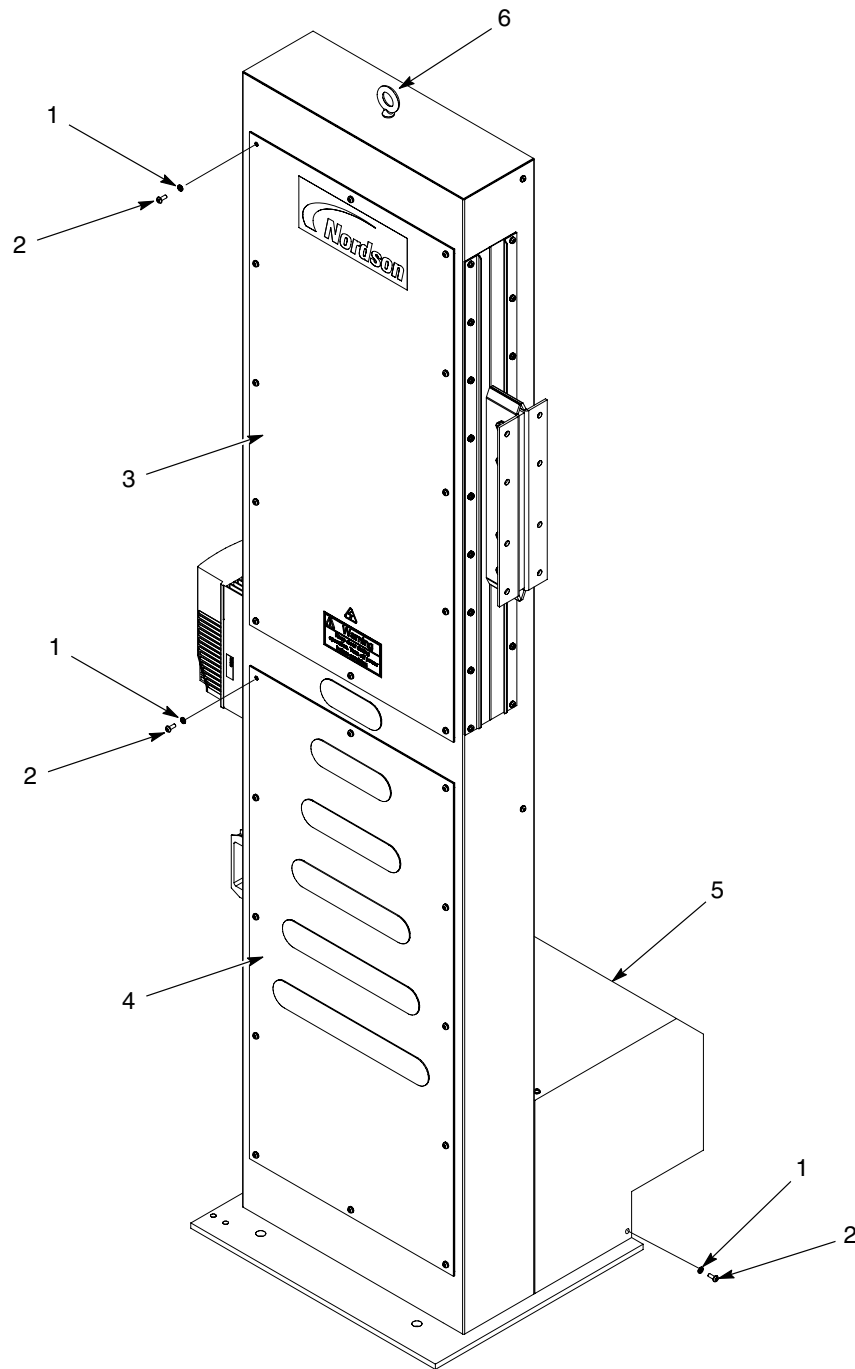

Abb. 2 Abdeckungen entfernen
2. Siehe Abbildung 2. Hebezeug an der Ringschraube (6) anbringen. Das Hubwerk vorsichtig aufrichten und aus dem Versandcontainer heben.
4. Die Schrauben (2) und Sicherungsscheiben (1) abnehmen, mit denen die Abdeckungen (3, 4) und die Getriebemotorabdeckung (5) befestigt sind.